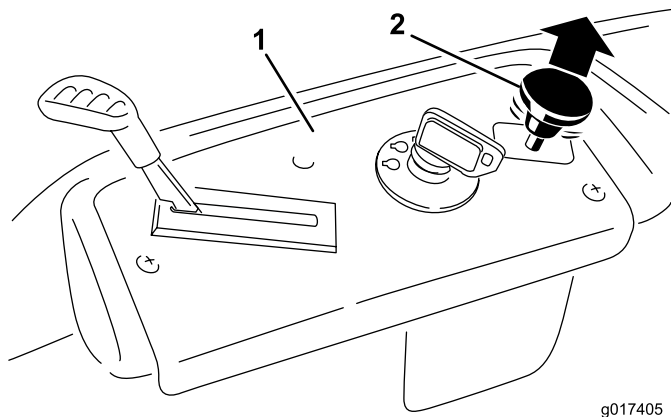

Figura 15
3. Tire hacia arriba del mando de control de las cuchillas para desplazarlo a la posición de Engranado y engranar las cuchillas (Figura 15).